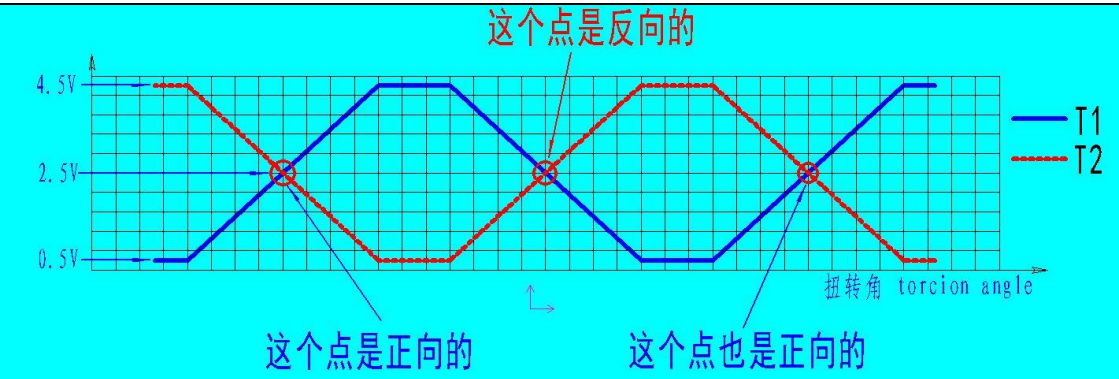

图 5
- (d) 需注意的是，机械中位应尽量接近中位点以减小补偿量，使性能优异稳定。若发现助力反向，可按图 5 所示进行调整方向。也就是说反向点的相邻点必然是正向的。